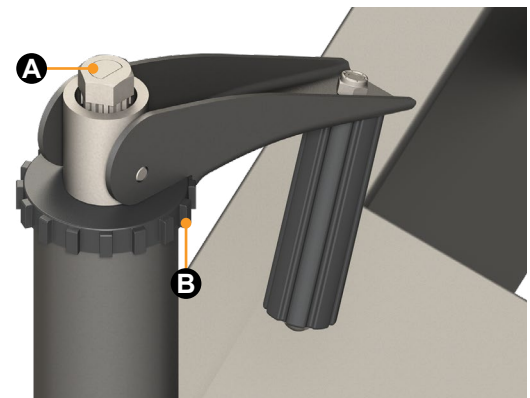

Fig. 4
1. S'assurer que la manivelle est en position de rangement (**Fig.4**).
2. Une fois la hauteur du vérin de flèche obtenue, basculer la manivelle en position de rangement (**Fig.4**). La manivelle s'engagera dans les encoches du capuchon (**Fig.4B**).
4. S'assurer que la manivelle est en position de rangement (**Fig.4**).